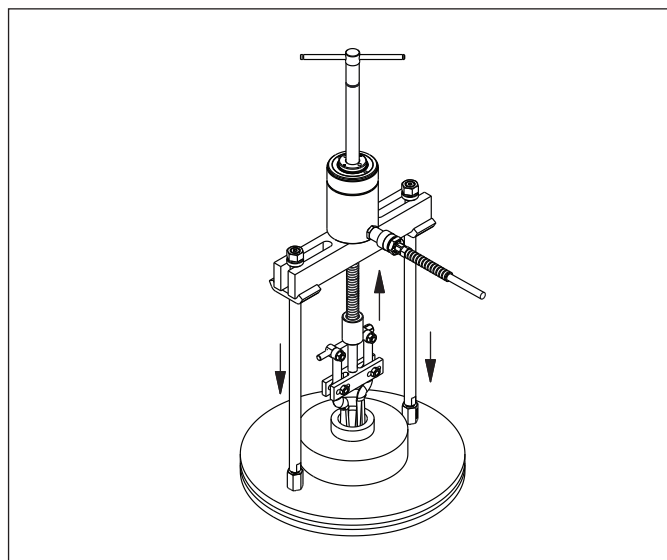

Figura 15, Extractor cu jug cu accesoriu pentru extractorul cu prindere interioară (tipic)
- Instalați extractorul pe rulmentul care trebuie extras. Aliniați picioarele extractorului și brațele extractorului cu prindere interioară. Consultați Figura 15.